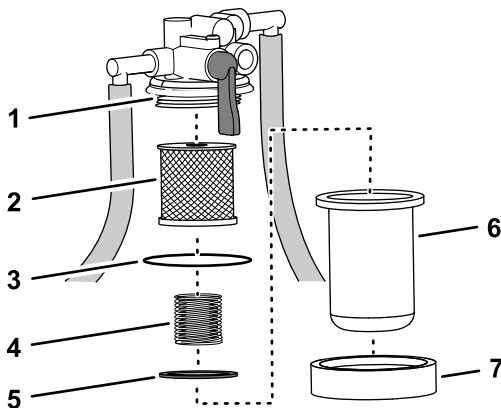

Bild 71
3. Stellen Sie eine Auffangwanne unter die Kraftstofffilterglocke, entfernen Sie die Glockenmutter und nehmen die Filterglocke aus dem Filterkopf heraus (Bild 71).
2. Setzen Sie den Filtereinsatz in den Filterkopf ein, siehe Bild 71 in Entfernen des Filtereinsatzes (Seite 60).
3. Befestigen Sie die Feder und den Schwimmer in der Kraftstofffilterglocke, siehe Bild 71 in Entfernen des Filtereinsatzes (Seite 60).
Mutter mit der Hand an, siehe Bild 71 in Entfernen des Filtereinsatzes (Seite 60).